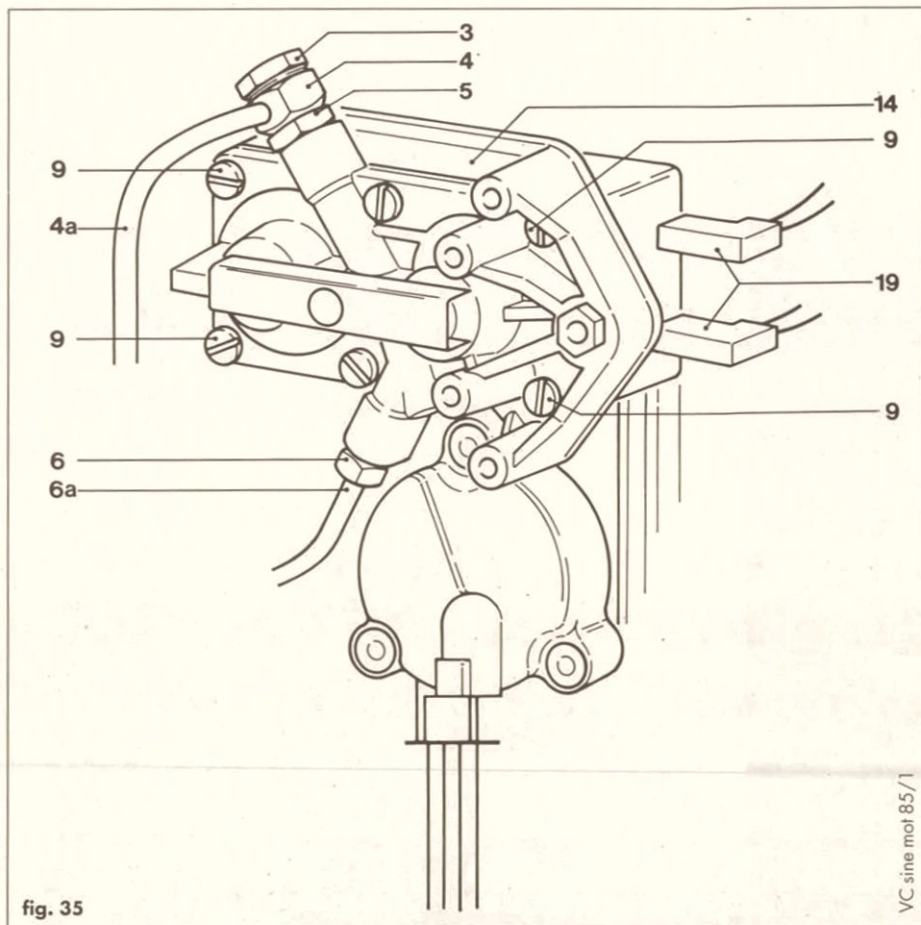

fig. 35
- b) Allentare le viti (1) di circa due o tre giri.
- c) Levare la bacinella di raccolta residui di combustione (2).
- d) Togliere la vite (3) con una chiave fissa da 12 mm.
- e) Piegarlo leggermente verso un lato il tubo (4a) con il raccordo (4). Se fosse necessaria anche la sostituzione dell'operatore proseguire come descritto al punto 12.2.3.
- f) Smontare l'ugello dell'aria (5).
- h) Rimontare il raccordo (4) sull'ugello aria (5) rimontare e serrare la vite (3).
- i) Rimontare la bacinella (2) e serrare le viti (1).
- l) Staccare il tubo di gomma tra il tubo (4a) e la pompa aria a membrana sotto la cassetta di comando nella parte sinistra. Per le caldaie trasformate a gas di città si rende necessario anche scollegare il tubo di gomma tra il tubo (6a) fig. 35 e la pompa a membrana sotto la cassetta di comando nella parte destra.